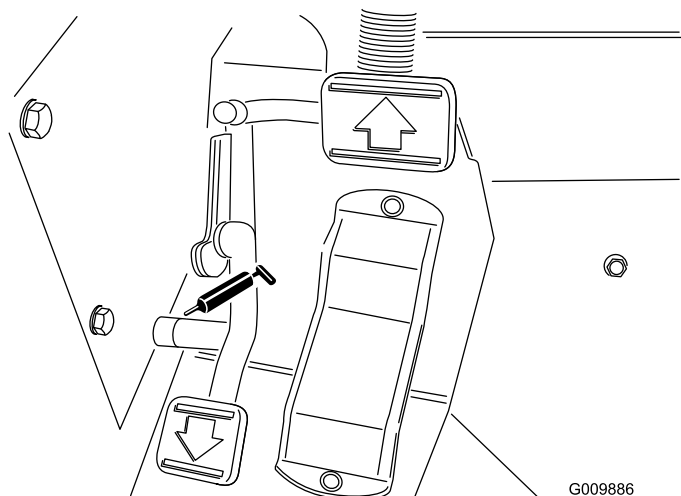

Figura 41
- Varillas de pivote (3) (Figura 41)